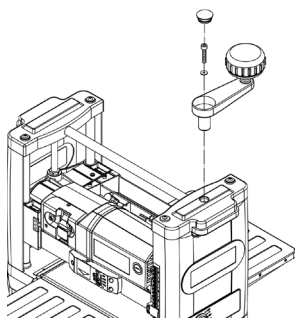

Fig. 2 – Montagem da manopla de ajuste de altura
- Para montar a manopla de ajuste de profundidade, fixe-a na máquina (Fig. 2).